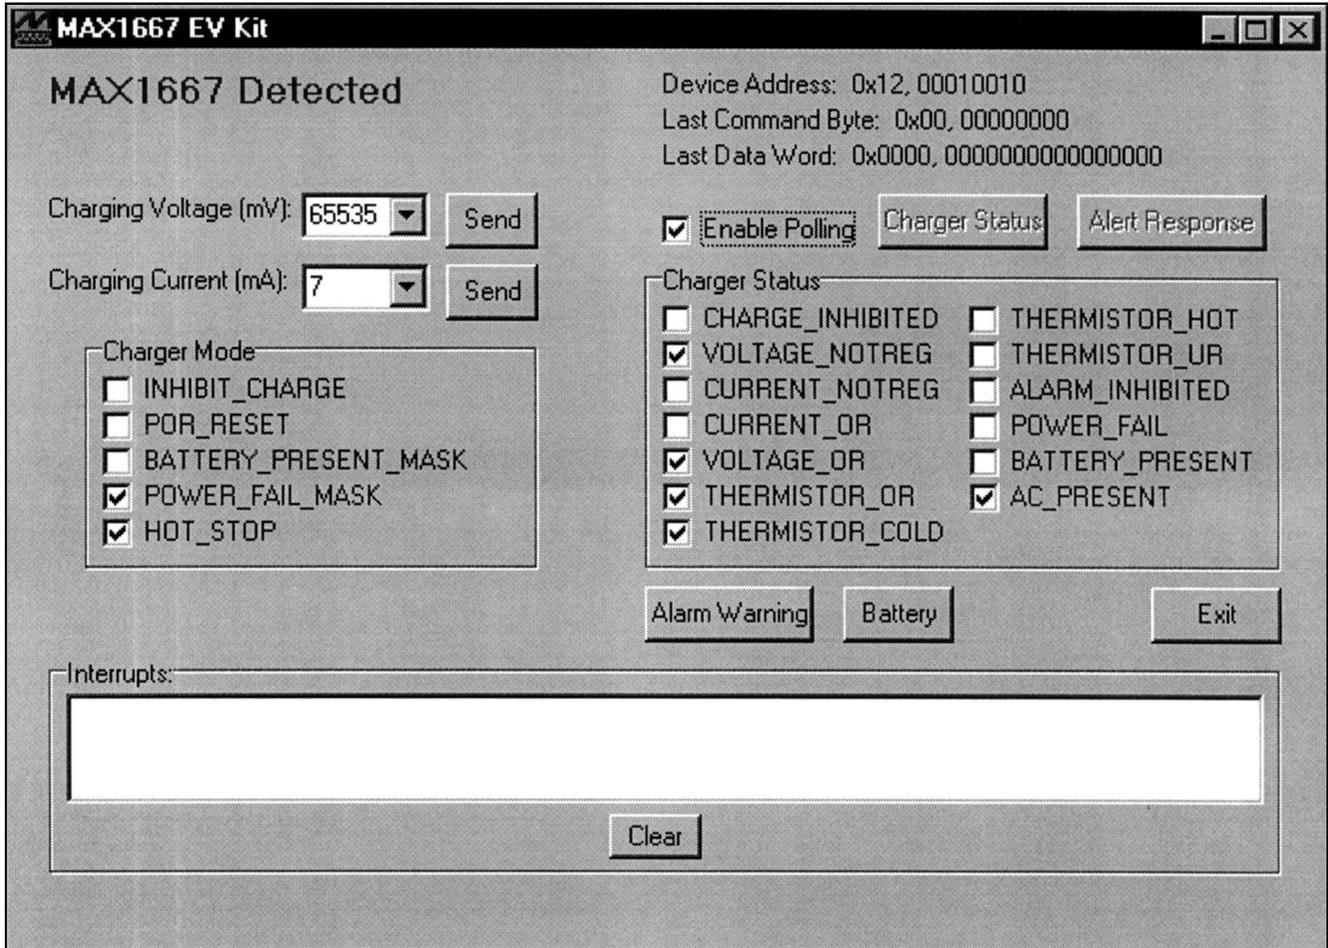

図2. MAX1667EVキットのソフトウェアコマンドパネル
- 8) ソフトウェアコマンドパネルが現れるはずですが(図2)。Charging Voltage = 65535mV、Charging Current = 7mA、さらにPOWER_FAIL_MASK、HOT_STOP及びEnable Pollingがチェックされていることを確認し、Charger StatusパネルのVOLTAGE_NOTREG、VOLTAGE_OR、THERMISTOR_OR、THERMISTOR_COLD及びAC_PRESENTのチェックボックスがチェックされていることを確認します。
MAX1667プログラムを実行する際、ソフトウェアはその素子のSMBusアドレスを自動的に検出します。ソフトウェアがコマンドパネル(図2)をイネーブルすると、ユーザは許容された任意のSMBusコマンドをMAX1667に送ることができます。許容されるSMBusコマンドの詳細については、MAX1667データシートを参照して下さい。